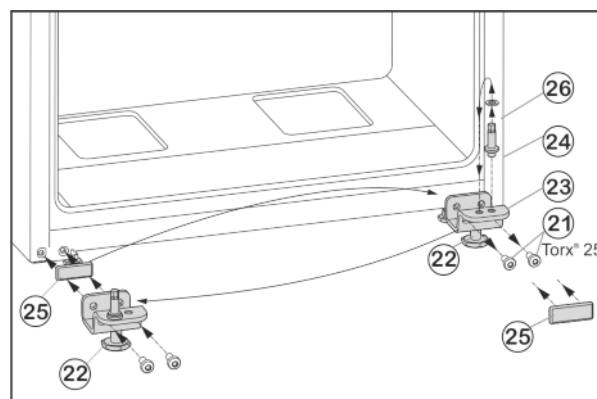

Fig. 7
- ▶ Upevňovací šrouby Fig. 7 (21) odšroubujte.
- ▶ Vyměňte spodní stojan ložiska Fig. 7 (23) i s ložiskovým čepem Fig. 7 (24), podložkou Fig. 7 (26) a seřizovací nožkou Fig. 7 (22).
- ▶ Ložiskový čep Fig. 7 (24) kompletně odšroubujte i s podložkou Fig. 7 (26), přemístěte do protilehlého upínacího otvoru stojanu ložiska a opět přišroubujte.
- ▶ Krycí desku Fig. 7 (25) opatrně sejměte a přemístěte ji na protější stranu.
- ▶ Spodní stojan ložiska Fig. 7 (23) opět kompletně, i s ložiskovým čepem Fig. 7 (24), podložkou Fig. 7 (26) a seřizovací nožkou Fig. 7 (22), případně s pomocí akumulátorového šroubováku **silou (4 Nm)** našroubujte na nové straně závěsu dveří.
- ▶ Spodní dveře nasadte shora na ložiskový čep Fig. 7 (24).
- ▶ Seřizovací nožku Fig. 7 (22) na spodním stojanu ložiska Fig. 7 (23) vytáčejte, až dosedne na zem.